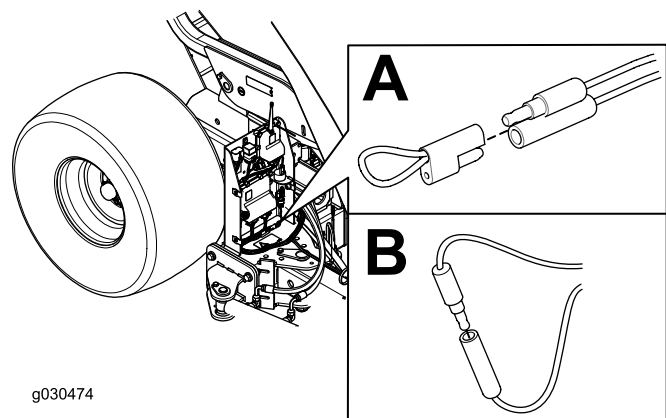

Figure 40
- 4. Enlevez le bouchon captif des 2 prises shunt de diagnostic (Figure 40, A).
- 5. Branchez ensemble les prises shunt de diagnostic (Figure 40, B).